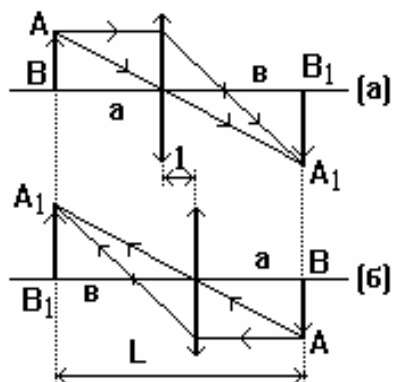

Рисунок 3
Из формулы тонкой линзы (3) видно, что величины a и b можно менять местами. Такая замена означает, что если на место изображения A_1B_1 в положении (б) (рисунок 3) поставить предмет AB из положения (а), то изображение в случае (б) предмета AB получится в том же месте, где раньше был предмет.
3. Измерить расстояние L (рисунок 3) между экраном и предметом.
6. По формуле (6) вычислить фокусное расстояние собирающей линзы. Рассчитать его среднее значение. Оценить погрешности измерений.
7. Используя среднее значение фокусного расстояния, по формуле (1) рассчитать оптическую силу линзы.